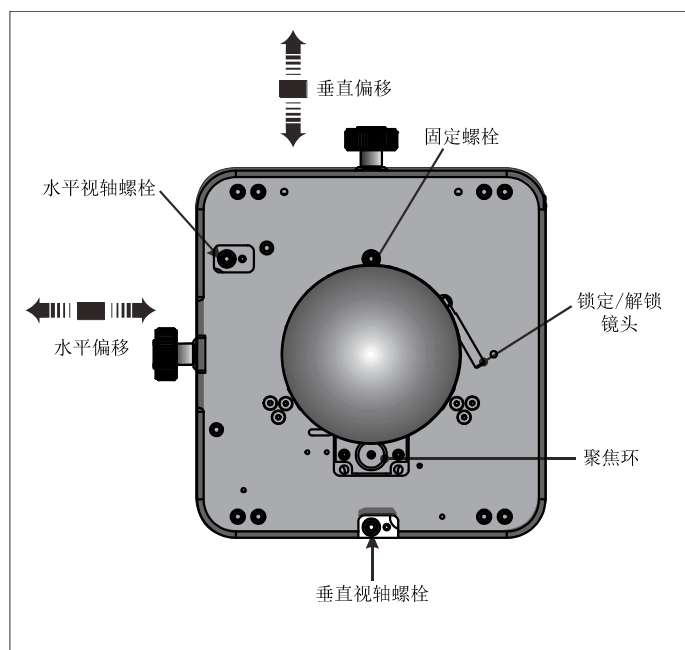

图 2-21 标准镜头座
1. 使用框架测试图像，根据需要调整水平和垂直**偏移**，以最小的数字电影放映机瞄准误差在屏幕上显示一个正方形影像。（图 2-21）**注：1)** 为了获得最佳光学效果，请在偏轴安装中更多使用**偏移**而不是通过瞄准让影像居中，以最大程度地减少梯形失真误差。**2)** 避免过度倾斜或偏移。如果在白色测试图像中出现四角边缘模糊现象，则表示偏移过度，应使用机械校正，避免出现这种情况。